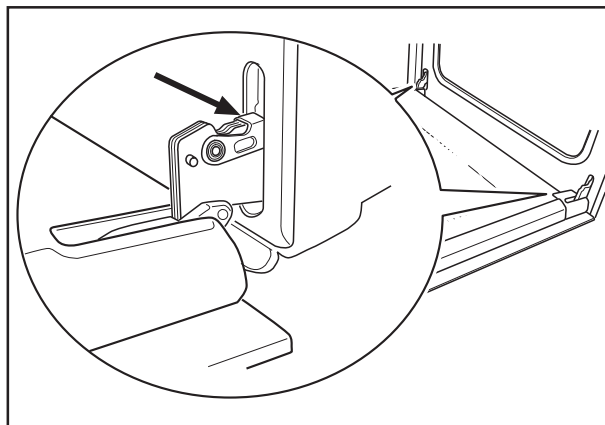

Fig. 11
2. individuate le due cerniere che sostengono la porta (Fig. 11);